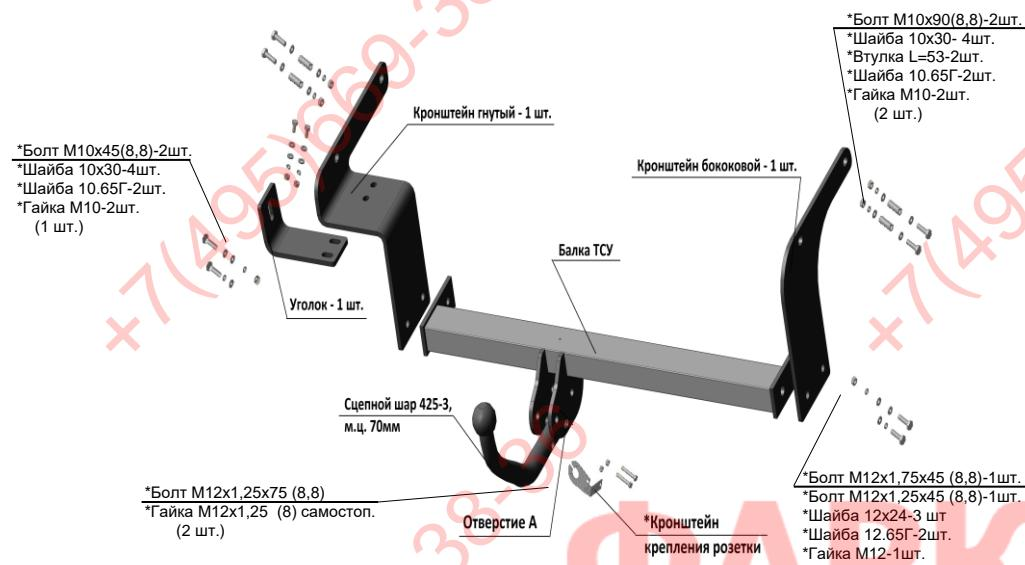

Рис.1 Тягово-сцепное устройство ТСУ 2041.
2.1 ТСУ 2041 в сборе (рис.1)	1 шт.
2.2 Пакет с комплектующими (см. рис.1)	1 шт.
- 4.3 Закрепить боковые кронштейны к боковым внешним полкам лонжеронов а/м болтами M10x90 и гайками M10 (болты ставить с внешних сторон лонжеронов соответственно рис.1), под головки болтов подложить шайбы 10x30, под гайки слева (по ходу а/м) подложить шайбы 10.65Г, справа под гайки подложить шайбы 10.65Г и шайбы 10x30. Внутрь лонжеронов установить дистанционные втулки. Крепеж не затягивать.